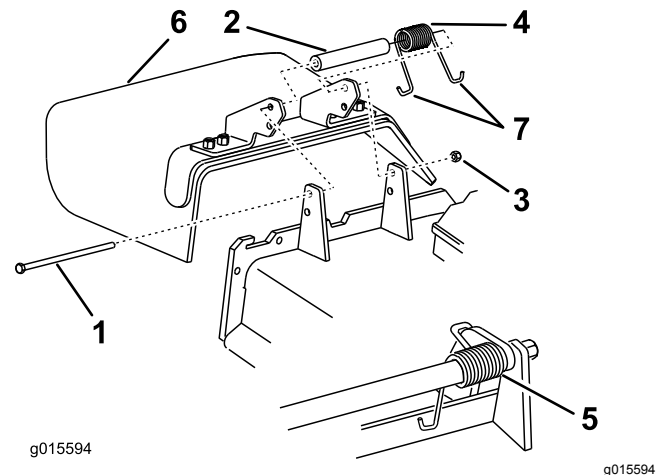

Figure 84
1. Retirez le contre-écrou, le boulon, le ressort et l'entretoise qui fixent le déflecteur aux supports de pivot (Figure 84).
Remarque: Prenez soin de placer 1 extrémité en J du ressort derrière le bord du tablier avant de mettre le boulon en place, comme montré à la Figure 84.
6. Accrochez l'extrémité en J du ressort au déflecteur d'herbe (Figure 84).